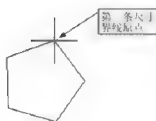

图 5-112
**步骤 3:** 将光标移到确定为第一条尺寸界线原点的位置, 如图 5-112 所示, 单击出现下一条提示, 提示用户指定第二条尺寸界线原点的位置。